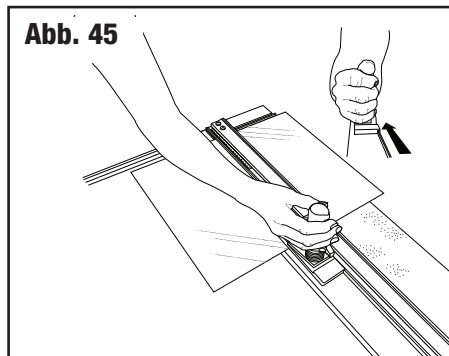

Abb. 46
8. Verschieben Sie die Scheibe so, dass die entstandene Ritzung über dem Rand der Schneidplatte liegt (**Abb. 46**).